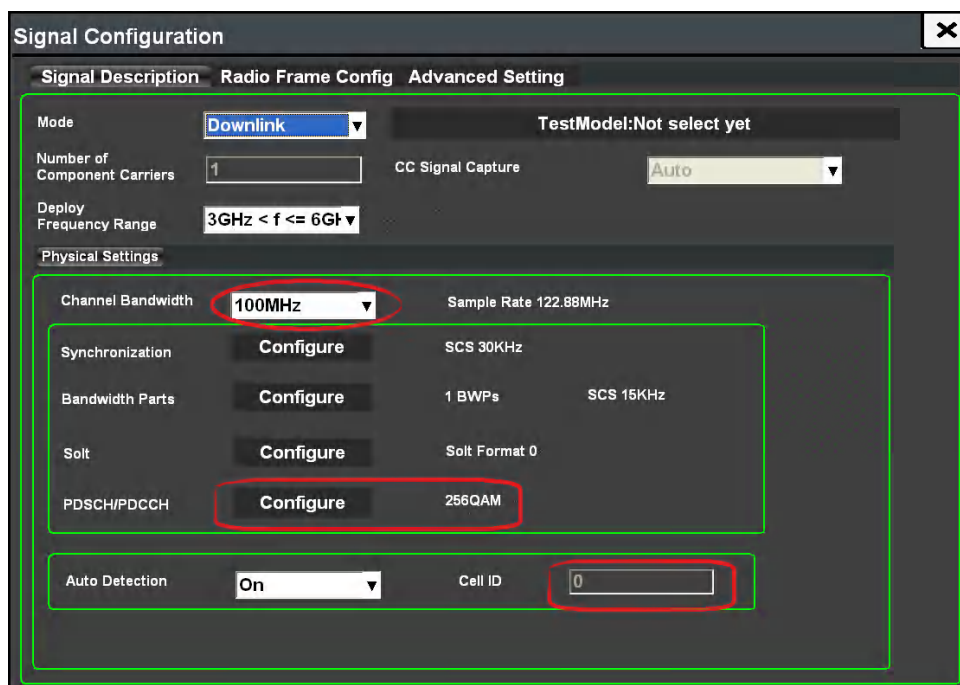
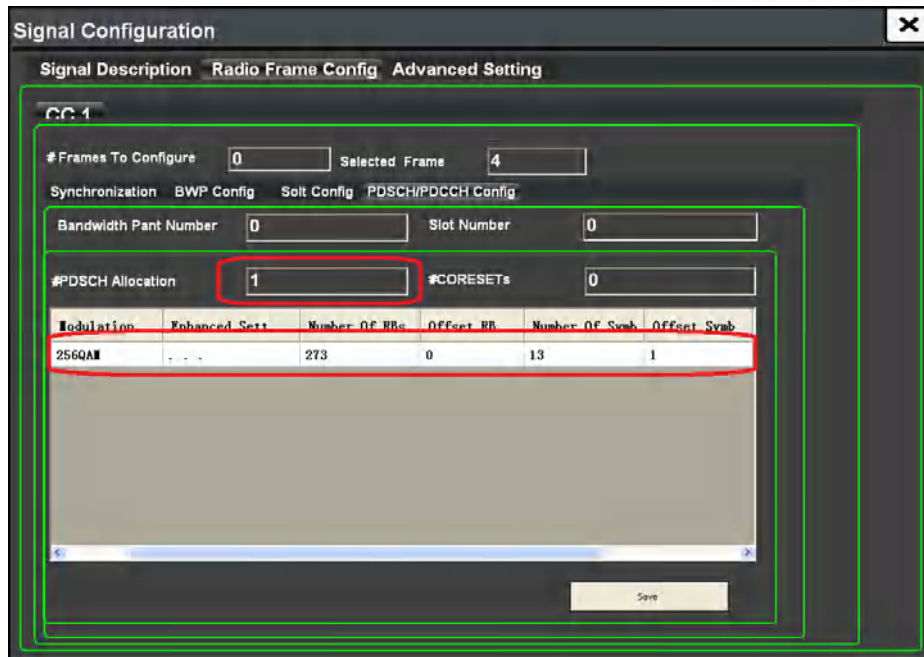

图 4.2 参数设置图 1
图 4.3 参数设置图 2
- 在【Signal Description】属性页中，设置“Channel Bandwidth”、“Cell ID”、“PDSCH/PDCCH”，点击 Configure，设置“#PDSCH Allocation”、“#CORESETS”如图 4.2 所示，继续设置 PDSCH，设置“Modulation”、“Number of RBs”、“Offset RB”、“Number of Symbol”、“Offset Symbol”，设置如图 4.3 所示，设置完毕后，点击 save，再关闭对话框。